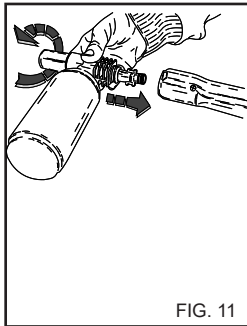

FIG. 11
2) Ta av förlängningsröret från fästet och sätt på sprutan för rengöringsmedel (fig. 11). Starta hetvattentvätten och spruta nedifrån och uppåt på den yta som ska tvättas.